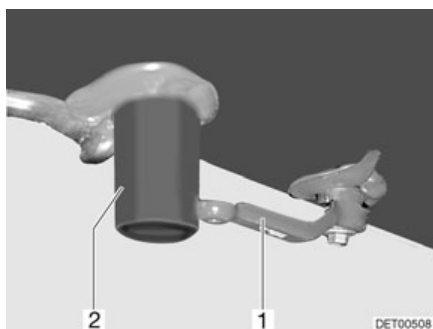

Fig. 161 Conexión de salida de aguas residuales y llave de desagüe
- Colocar un recipiente colector apropiado debajo de la conexión de salida de aguas residuales (Fig. 161,2) o colocar el vehículo con la conexión de salida de aguas residuales sobre una instalación de evacuación especialmente diseñada para ello.
- Abrir la llave de desagüe (Fig. 161,1). Se vacía las aguas residuales.